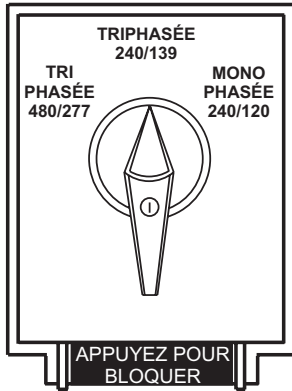

Figure 13. Le Commutateur de Sélection de la Tension
Le commutateur de **sélection de la tension** (Figure 13) est situé au-dessus du panneau de montage par câble du panneau de la borne de sortie. Ce commutateur a été fourni pour faciliter la sélection de la tension.
Une gamme variée de tensions est disponible, permettant mettre différentes applications sous tension. Le commutateur de **sélection de tension** est utilisé pour sélectionner les tensions (Figure 13). Pour obtenir certaines tensions telles qu'indiquées dans le Tableau 7 (ci-dessous) un réglage minutieux est nécessaire à l'aide du **bouton de commande du régulateur de tension (VR)** situé sur le panneau de commande.